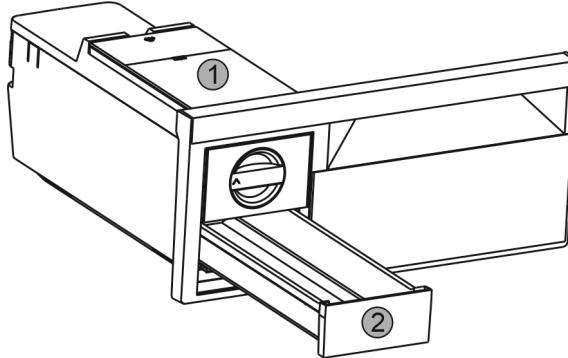

Fig. 35
- Odoberte nádržku na vodu Fig. 35 (1) a zásuvku na kocky ľadu Fig. 35 (2).